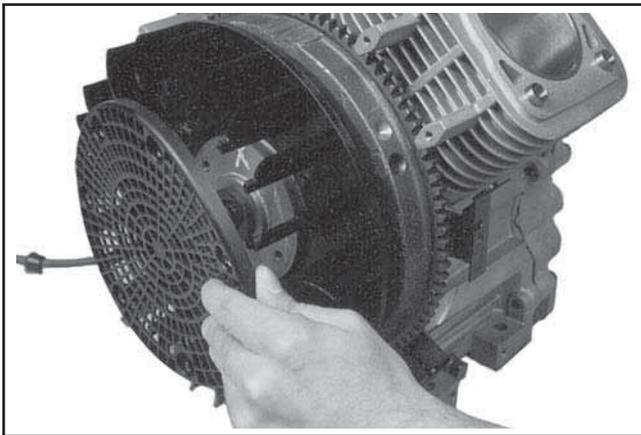

Figure 9-60. Enlèvement de la grille de protection contre l'herbe en plastique.
1. De petits dispositifs de fixation sont normalement attachés sur trois des sept raccords de montage pour un bon maintien de la grille de protection contre l'herbe en plastique. Utiliser un outil à crochet près du raccord et tirer vers l'extérieur pour séparer chaque dispositif de fixation en métal. Détacher ensuite le ventilateur des raccords de montage restants. Voir la Figure 9-60.